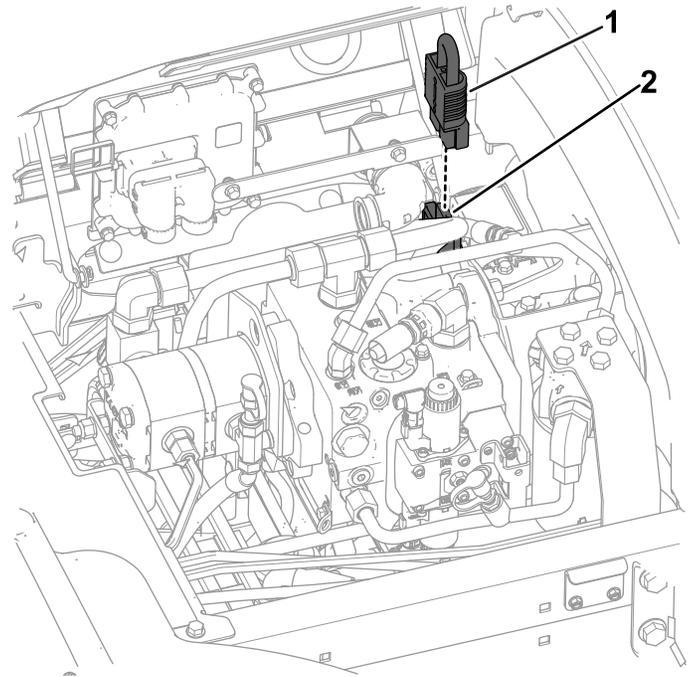

図 31
1. バッテリー切断ジャンパの接触面に誘電グリスを塗りつける 図 31。